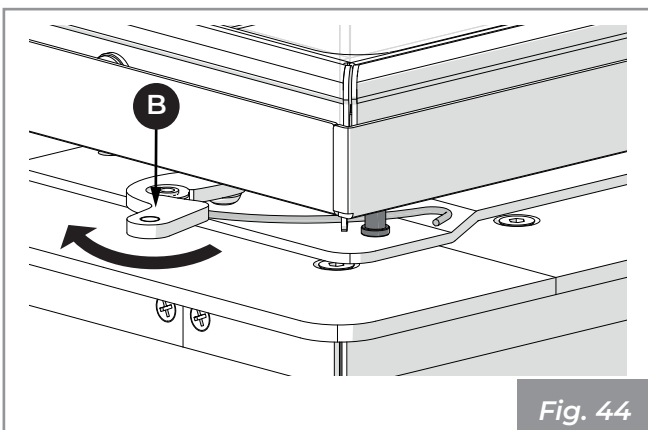

Fig. 44
- 5) Spingere con la mano la leva (B) e riportarla nella posizione di blocco (Fig. 44).